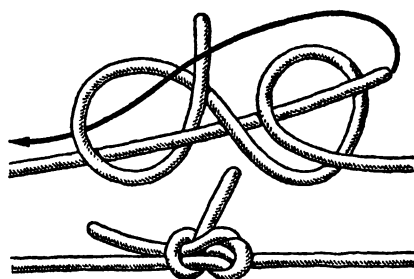

Рис. 37. Польский узел
**Польский узел** (рис. 37). Его можно рекомендовать для связывания тонких тросов. Он находит широкое применение в ткацком деле и считается надежным узлом.